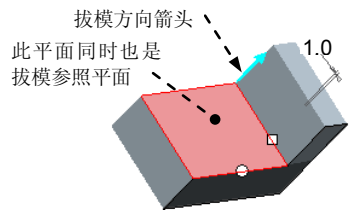

图 5.15.15 拔模参照平面
Step5. 采用默认的拔模方向参照（枢轴平面），如图 5.15.15 所示。